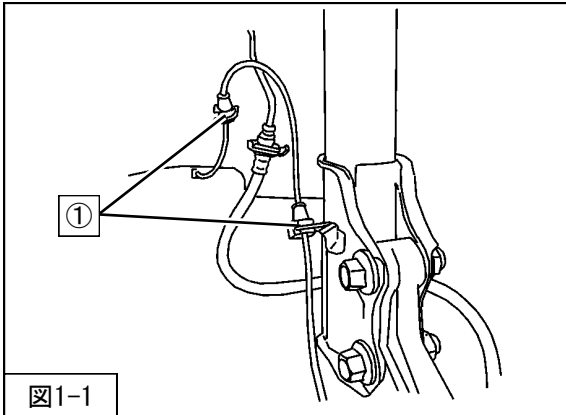

図1-1
2. ①ホイールセンサーのワイヤガイドラバーを取外してください。(図1-1)